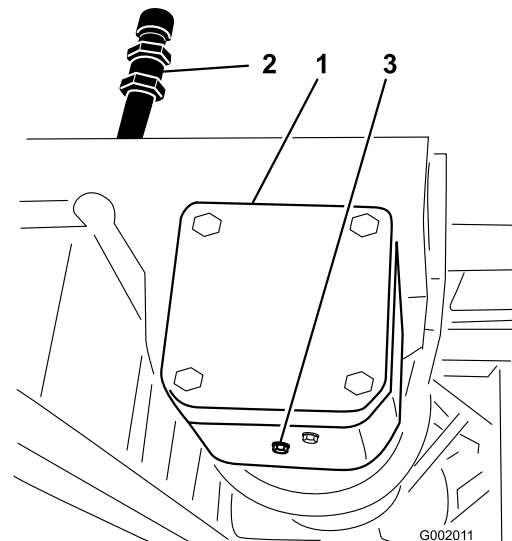

Figura 71
2. Coloque um recipiente de escoamento debaixo do bujão de drenagem da caixa de velocidades da accionamento da bomba (Figura 71).
3. Retire o bujão de enchimento e escoamento (Figura 71), para permitir a drenagem do óleo para o recipiente.